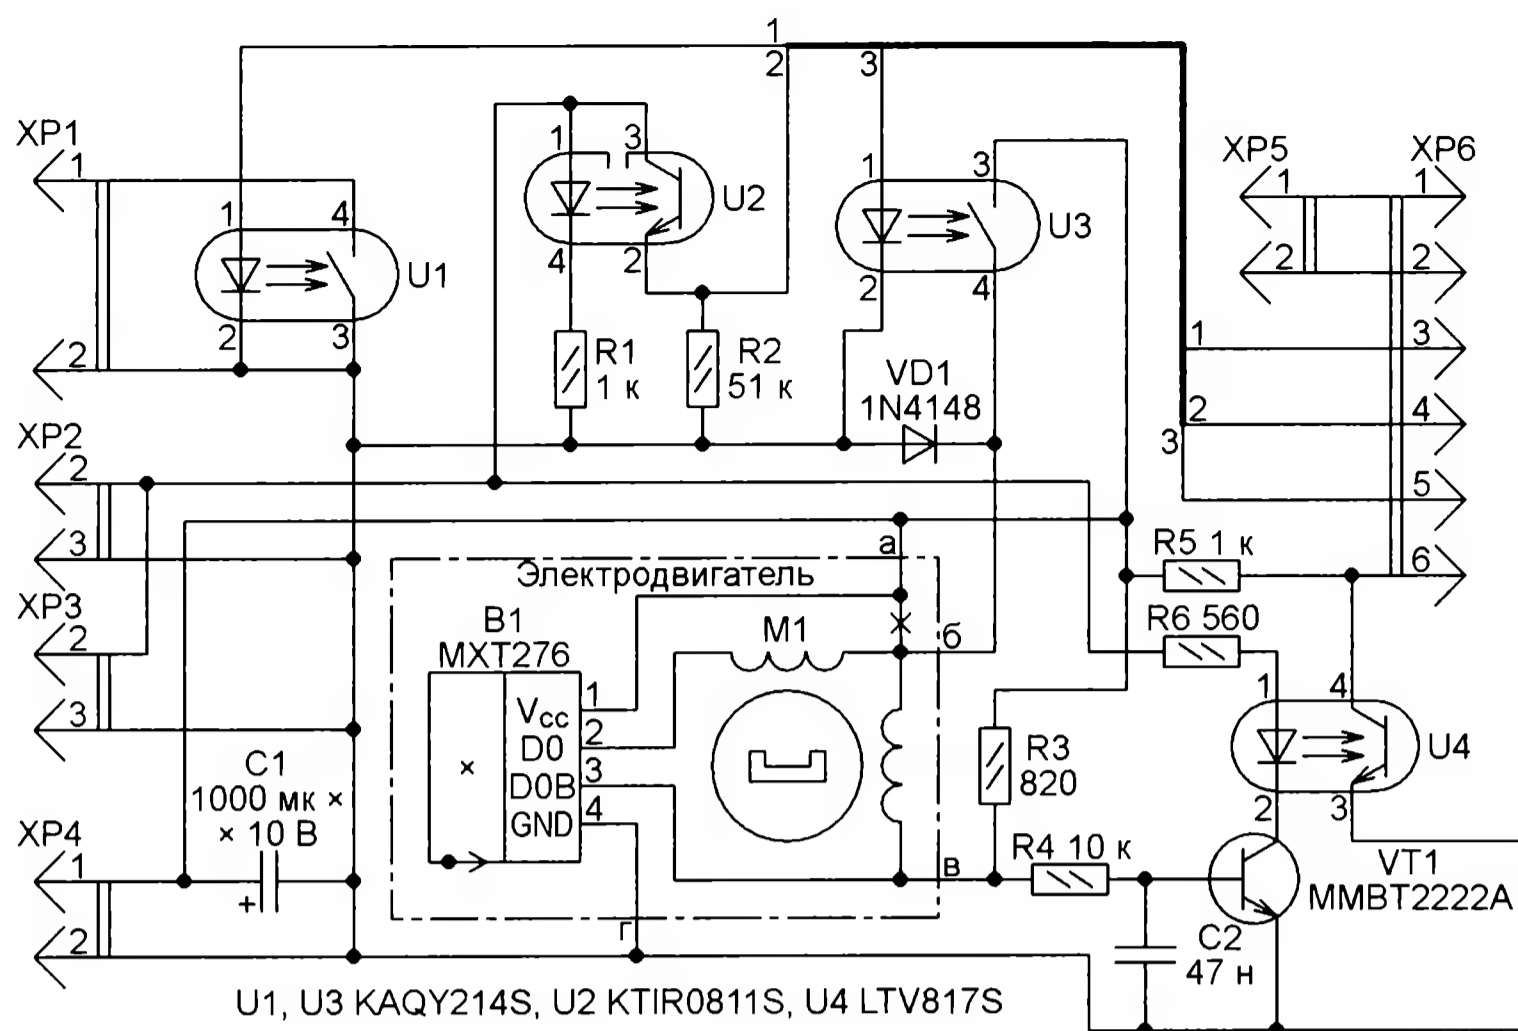

Рис. 7
Схема платы привода вращающегося зеркала изображена на **рис. 7**. Штрихпунктирной линией на ней обведены детали, входящие в состав двигателя. Электродвигатель приклеен статором к плате, имеющей сквозное отверстие по диаметру подшипникового узла двигателя. Доступ к этому узлу необходим для его периодической смазки. На печатной плате, находящейся внутри двигателя, необходимо выполнить следующие доработки двигателя:
- перерезать печатный проводник, идущий от вывода 1 датчика Холла В1 к точке соединения обмоток, как показано на **рис. 7** крестом;